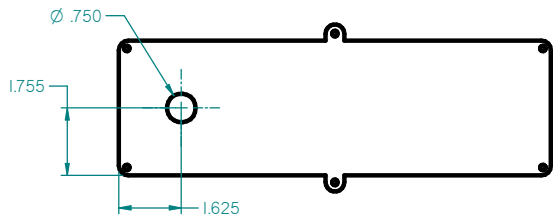
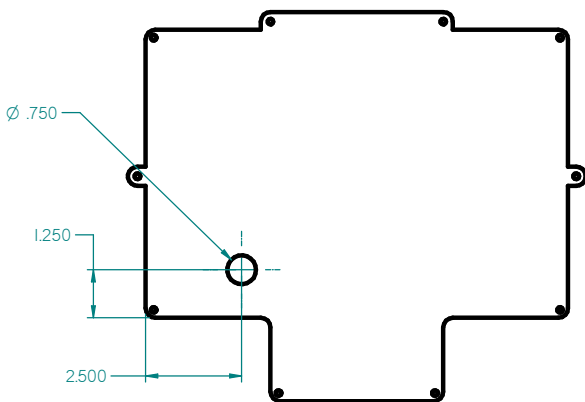

Fig 3a: Plaque arrière FLL avec le trou
Fig 3b: Plaque arrière FXL avec le trou
- Retirez la plaque arrière et Percer un trou de diamètre 3/4 "sur l'endroit indiqué sur la figure 3a pour FLL ou la figure 3b pour FXL.